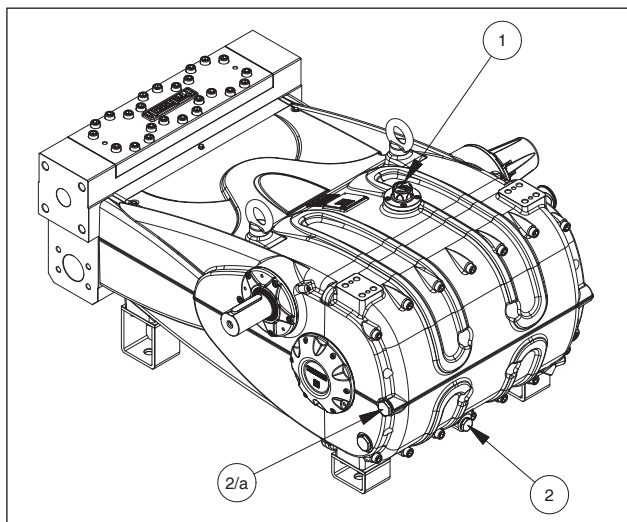

Abb. 1
Vor den Reparaturarbeiten an der Mechanik muss zunächst das Öl aus dem Kurbelgehäuse abgelassen werden. Zum Ablassen des Öls müssen entfernt werden: der Ölmesstab Pos. ①, Abb. 1 und anschließend den Ölablassverschluss abnehmen, Pos. ②, Abb. 1 der sich auf der Gehäuserückseite befindet. Den Verschluss in Pos. (2/a) verwenden – bei der vertikalen Ausführung.